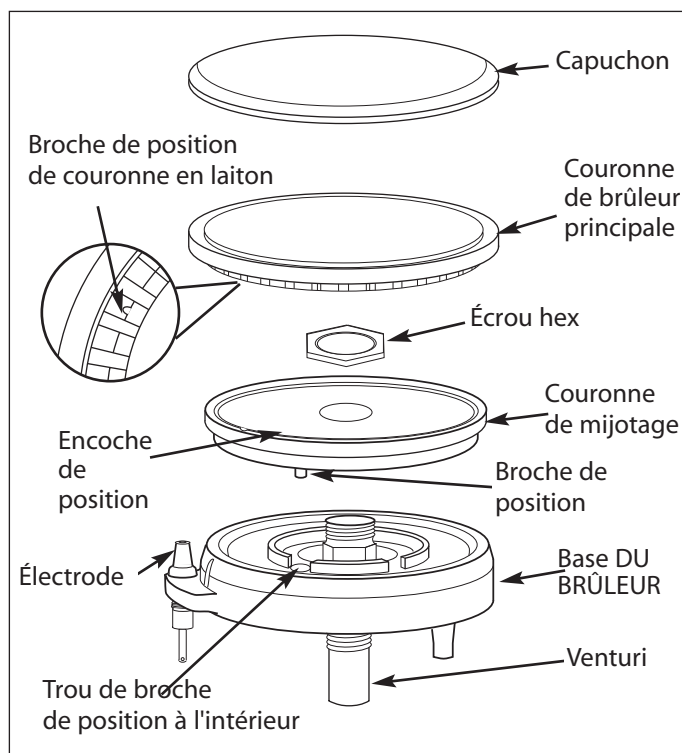

Fig. 14
pour nettoyer les ports dentés des brûleurs. Le démontage de la couronne de mijotage n'est pas recommandé; cela peut toutefois s'avérer nécessaire si les ports restent bouchés après un nettoyage normal. Si vous devez retirer la couronne de mijotage de sa base, enlevez l'écrou hex de la partie supérieure de la couronne de mijotage. Nettoyez la couronne de mijotage avec de l'eau savonneuse chaude à l'aide d'une brosse en soies douce métallique ou en plastique, puis séchez soigneusement. Réassemblez les pièces à l'aide de l'écrou hex. Après le nettoyage, il est important de vous assurer que la broche de position au bas de la couronne de mijotage est correctement alignée avec le trou correspondant de la base et que la broche de position (voir encart) au bas de la couronne en laiton est correctement alignée avec l'encoche de position en haut de la couronne de mijotage. Un mauvais alignement produira une flamme potentiellement dangereuse et entraînera un mauvais fonctionnement du brûleur (voir fig. 14).
- Est-ce que le brûleur à deux morceaux est monté correctement? (voir page 27, fig. 14)
- Est-ce que la tête du brûleur est alignée correctement? (voir page 27, fig. 14)